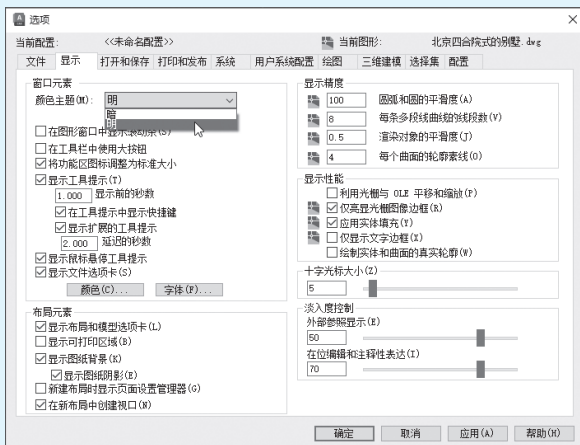

图 1-72
- 步骤 02** 在“选项”对话框中将“颜色主题”设置为“明”，如图1-72所示。